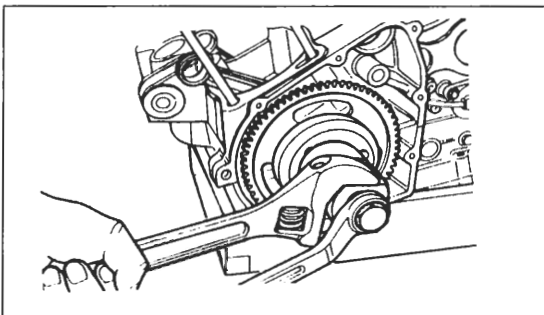

Bild 144
- Mit Spezialabzieher Freilaufgehuse wie in Bild 144 gezeigt abziehen.